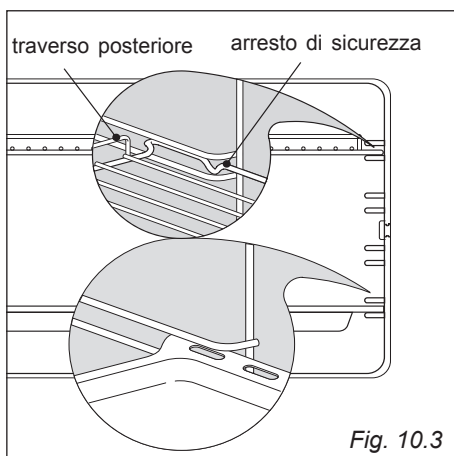

Fig. 10.3
- Montare i telai laterali fissandoli alle pareti del forno con 2 viti (fig. 10.3).
- Infilare in mezzo alle guide dei telai laterali la leccarda e la griglia come in (fig. 10.3).